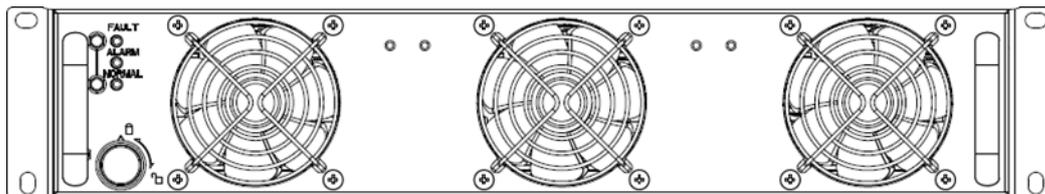

Fig. 5-5 Inserción del módulo
2. Coloque el módulo SAI en la ranura para módulos del armario. Empuje el módulo (Fig. 5-5) hacia el interior del armario hasta que quede bien insertado; el indicador parpadeará.
3. Fije el módulo con tornillos (1) en los orificios de los tornillos de instalación.
4. Encienda el interruptor del módulo (3) a la izquierda del panel del módulo; el indicador rojo (2) se apagará.